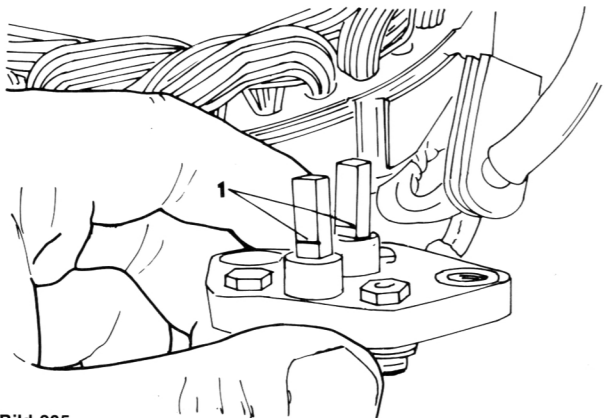

Bild 205
- Die Länge der Bürsten überprüfen (Bild 205). Falls sie bis zur eingeritzten Verschleisslinie (1) abgenutzt ist, die Bürste auswechseln. Die gelben Zuleitungen des Lichtmaschinenstators auf gegenseitigen Stromdurchgang überprüfen. Den Stator auswechseln, falls eine gelbe Leitung nicht mit den anderen Stromdurchgang hat, oder eine der Leitungen Stromdurchgang an Masse hat.